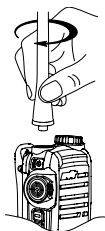

图5
- ① 将天线有螺纹端插入对讲机顶部的天线端口。
- ② 沿顺时针方向转动天线直至拧紧，如图5所示。